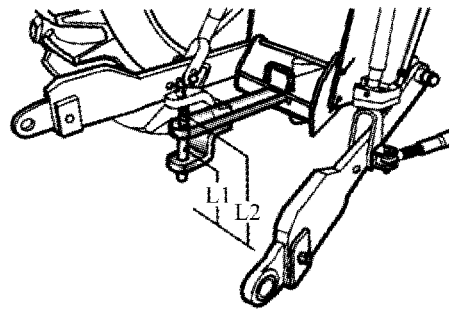

Рис. 4 – 48 Качающаяся упряжная тяга
② Регулируйте поперечное положение прицепной точки путём изменения положения вставки U – образного пальца (см. Рис. 4 – 47).